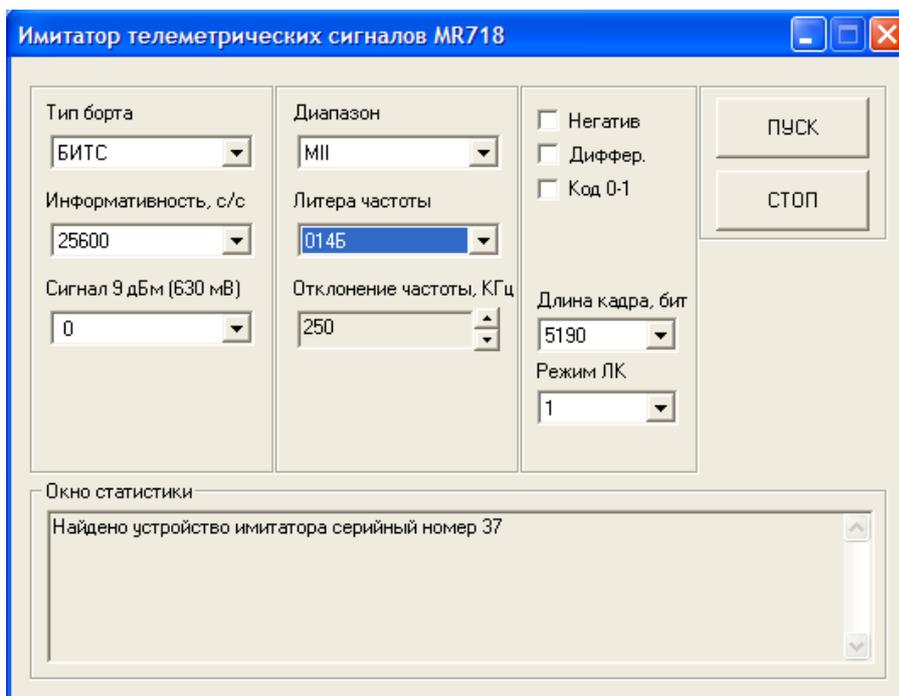
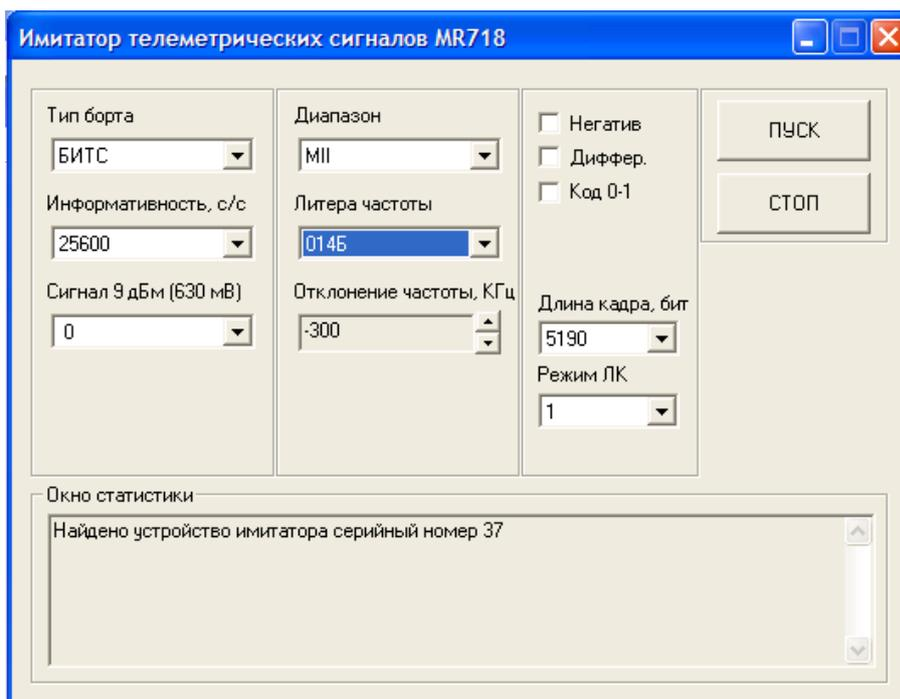

Рисунок 6.67. Увеличение несущей частоты на 250 кГц.
Рисунок 6.68. Уменьшение несущей частоты на 300 кГц.
6.3.2.13 В поле “Отклонение частоты, кГц” выбирается величина отклонения частоты, на которую изменяется несущая частота имитируемой БРТС относительно выбранной в поле “Литера частоты”: с каждым нажатием  – в сторону увеличения на 50 кГц – рисунок 6.67, с каждым нажатием  – в сторону уменьшения на 50 кГц – рисунок 6.68.